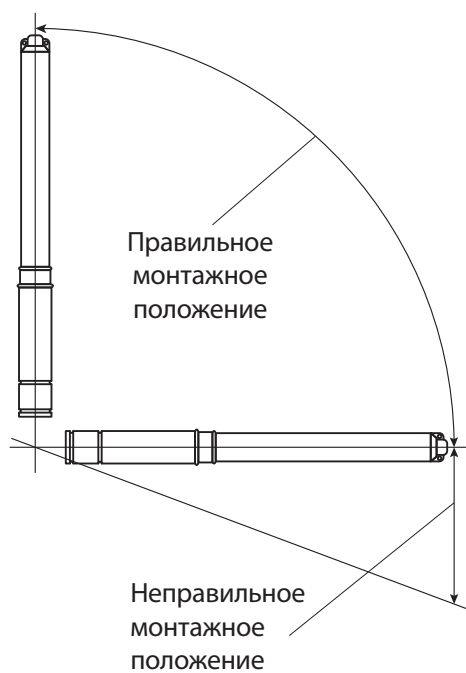

Рис.3. Монтажное положение.
4.8.5. Требования к монтажному положению насоса. Насос может устанавливаться как в вертикальном, так и в горизонтальном положении. Допустимое расположение насоса указано на рис.3